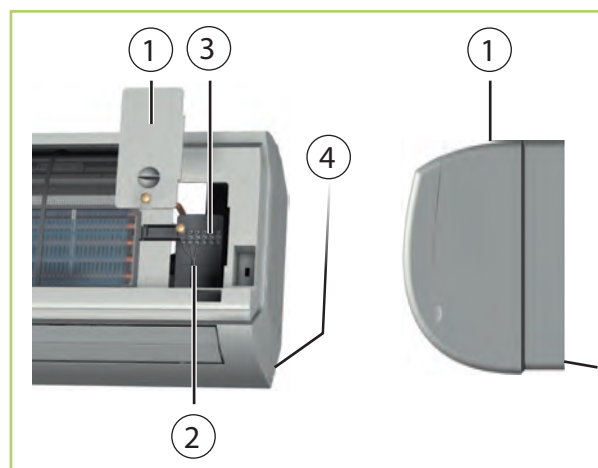

Abb. 42: Anschluss des Innengerätes
2. ➤ Lösen Sie die Abdeckungen auf der rechten Seite (Abb. 42).
4. ➤ Klemmen Sie die bauseits verlegte Steuerleitung an den Klemmen an (Abb. 42).